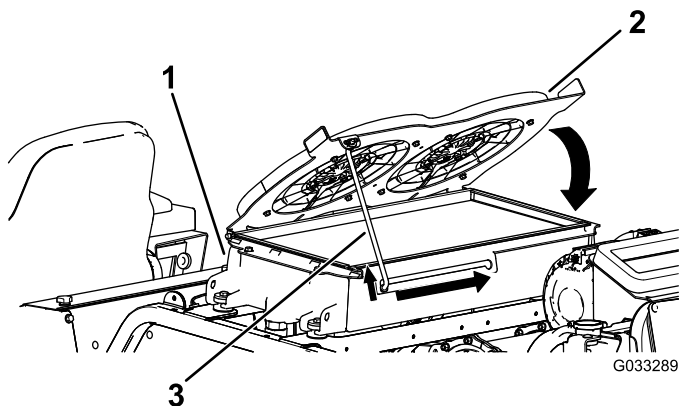

図 110
4. 油圧オイルクーラ下に倒して支え棒で支える (図 110)。